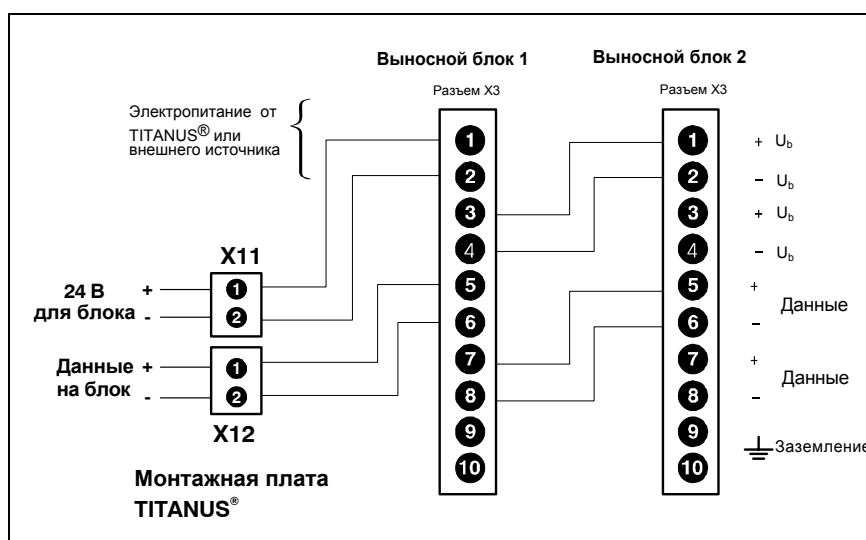

Рис. 5.30: Подключение блока индикации к TITANUS®
3. Выполните электрическое подсоединение в соответствии с Рис. 5.30.